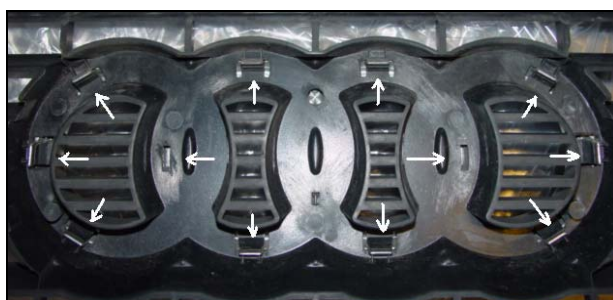

Abb. 10: Verklipsung Audi Ringe
18. Klipsen Sie das Herstelleremblem (Audi Ringe) vorsichtig aus dem originalen Frontgrill, (Abb. 10).
28. Rauen Sie anschließend mit dem beiliegenden Schleifpapier die Klips des Herstelleremblems (Audi Ringe) sowie den Bereich um die dafür vorgesehenen Durchführungen auf der Rückseite des Abt Frontgrills gründlich auf, (Abb. 10 Seite 6). Reinigen Sie diese Flächen anschließend gründlich mit einem leichtflüchtigen Reiniger.